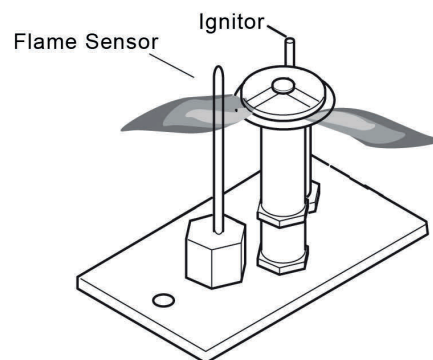

Figure 30 – Avant de démonter l'appareil, vérifier la flamme de la veilleuse. La flamme doit toucher le thermocouple et la thermopile.
1. Vérifier la flamme de la veilleuse. La flamme doit toucher environ $\frac{3}{8}$ po de la partie supérieure de la thermopile et toucher le haut du thermocouple. Voir Figure 30. Dans le cas contraire, contacter le vendeur pour une révision.